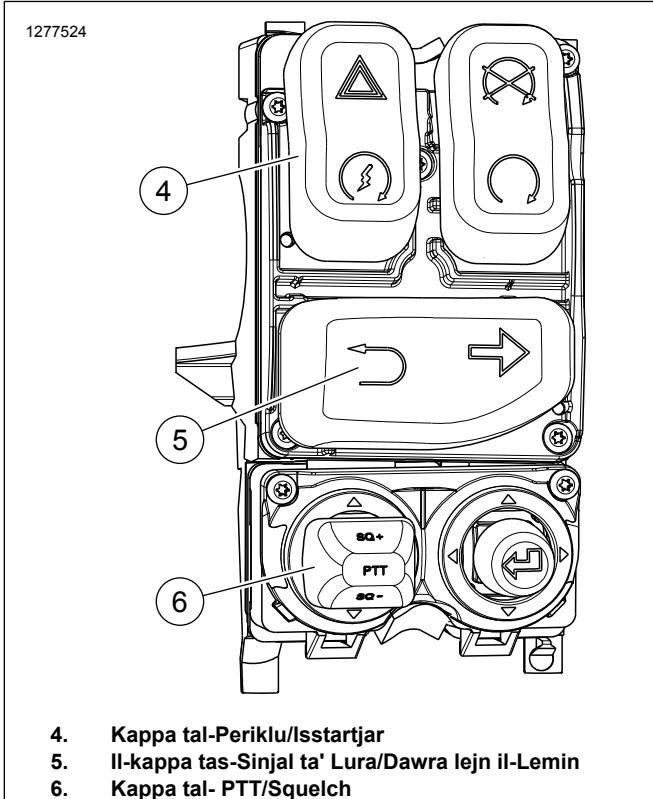

Figura 7. Għall-Kontroll tal-Lemin tal-2019 u Wara ara wara Bdil tal-Ħātu tas-Swiċċ
2. **Mudelli tat-Touring:** ara Figura 7 . Installa l-modulu tal-kontroll tal-id tan-naħha tal-lemin Part Nru. 71500130C. Ara l-manwal tas-servizz.
- Ara Figura 7 . Installa l-għażu tas-Sinjal tad-Direzzjoni Lura/Lemin (5) fuq il-modulu tal-kontroll il-ġidid.